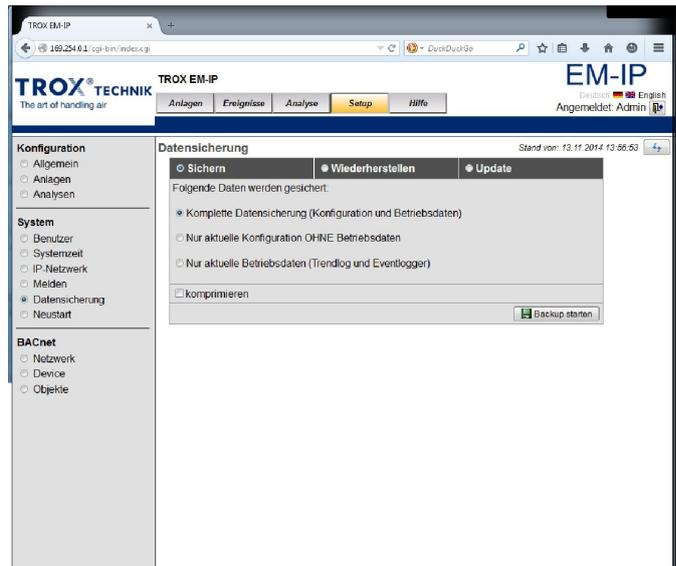

Abb. 33: Datensicherung/Sichern
- ⇒ Der Datenpunkt „Datensicherung“ (Abb. 33) wird geöffnet.
⇒ Der Datenpunkt „Datensicherung“ (Abb. 33) wird geöffnet.
⇒ Das Menü „Neustart“ (Abb. 33) wird geöffnet.